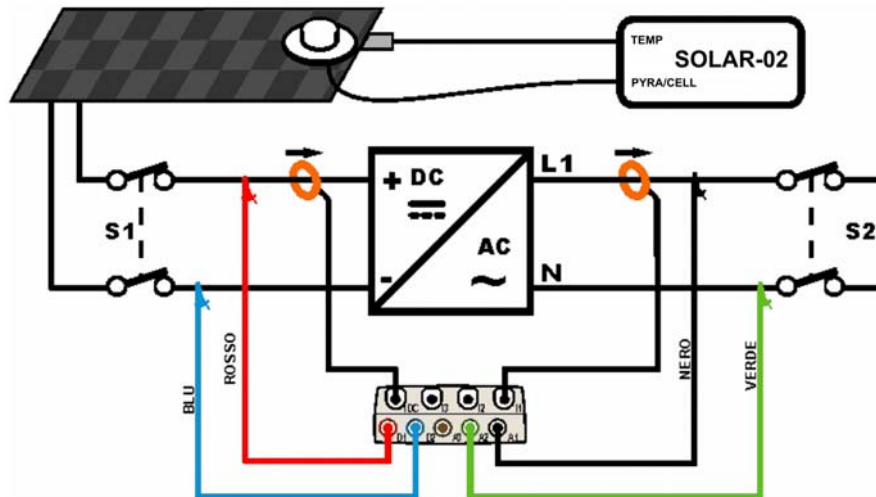

Fig. 161: Collegamento dello strumento in un sistema FV-1 con SOLAR-02
3. Collegare gli ingressi **D1** e **D2** rispettivamente ai poli positivo e negativo di uscita della stringa. Collegare gli ingressi A1, A2 ai conduttori di Fase e Neutro rispettando i colori come mostrato in Fig. 161
4. Collegare la pinza di corrente DC sul conduttore positivo in uscita dalla stringa **rispettando il verso della freccia** presente sulla pinza stessa come indicato in Fig. 161. **Controllare lo stato delle batterie interne della pinza prima del collegamento**
5. Collegare la pinza AC sul conduttore di Fase L1 **rispettando il verso della freccia** presente sulla pinza stessa come indicato in Fig. 161. Collegare l'uscita della pinza all'ingresso **I1** dello strumento